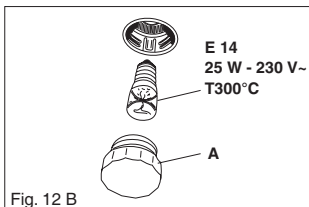

Fig. 12 B
**La lampe four utilisée est de type spécial résistant aux températures élevées.** Afin de pouvoir la remplacer démonter le verre de protection (A) et remplacer la lampe brûlée par une du même type, ensuite remonter le verre de protection (fig 12 B).